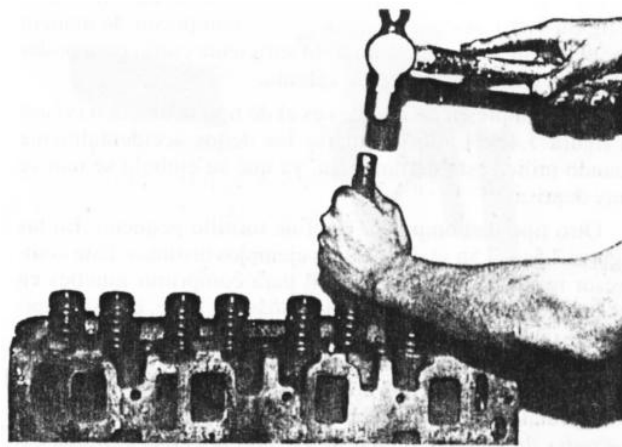

Fig. 3.12 Golpes al platillo de retención
3. Antes de utilizar el compresor de muelles, golpee el platillo de retención con un martillo y un trozo de tubo corto para que las mandíbulas del compresor de muelles no se doblen o se rompan. (Ver Fig. 3.12)